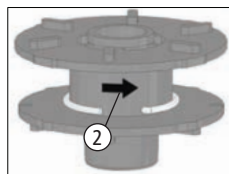

Fig. 13
Enrole o fio no sentido indicado pela seta do carretel (2), [Fig. 13] o mais uniforme possível, obedecendo a metragem máxima recomendada de 8 metros.